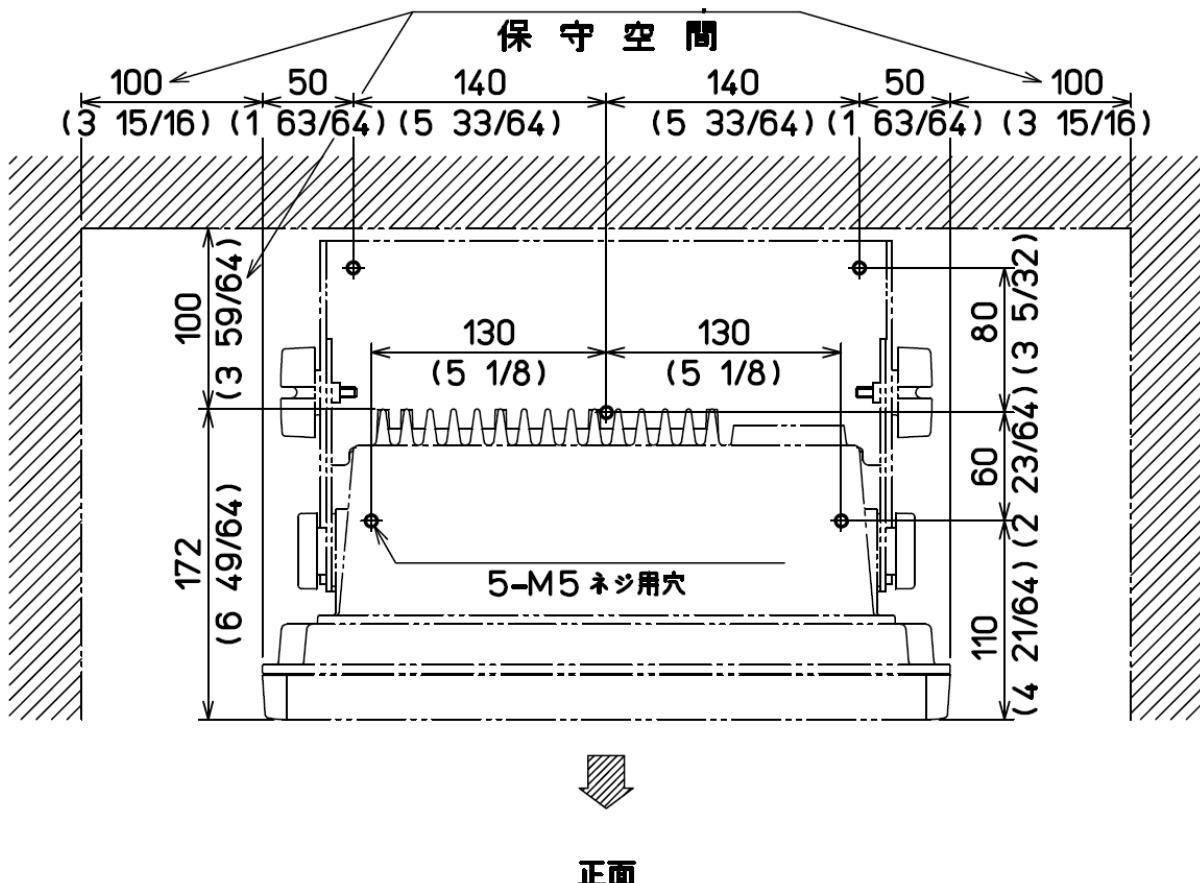

図 1.3 表示機の卓上設置時の保守空間
- (1) 図1.3の保守空間を設けて、表示機を取り付ける位置を決定してください。
- (2) 設置場所の取付位置にマーキングします。(図1.3 参照)
- (3) 取付架台とマーキング位置が合うかを確認します。不具合があればマーキング位置を修正します。
- (4) 取付架台を設置する場所に、5mmのタッピングネジ(またはM5なべ小ネジ)5本で固定します。(5mmネジは取り付け部の厚さに応じたネジを手配してください。)
- (5) 表示機を取付架台に乗せ、ワッシャーとノブボルトで固定してください。